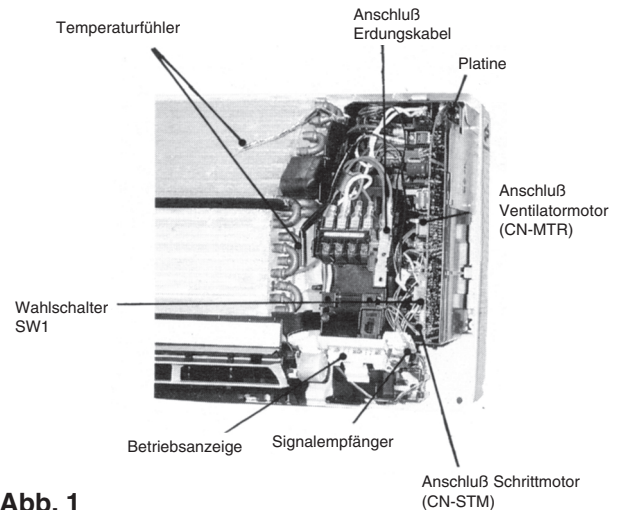

Abb. 1
- Grünen Stecker CN-MTR des Ventilatormotors sowie grünen Stecker CN-STM des Schrittmotors von der Platine abziehen. Grüngelbes Erdungskabel von der Platine abnehmen und Temperaturfühler aus ihren Halterungen nehmen (siehe Abbildung 1).